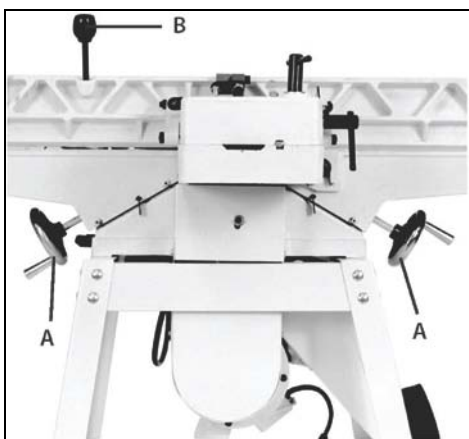

Рис. 9
1. Закрепите маховики с ручкой на винты регулировки подъема столов (А, рис. 9) под каждым из них.
2. Закрутите ручку наклона (В, рис. 9) в специальное отверстие с резьбой на тыльной части упора.